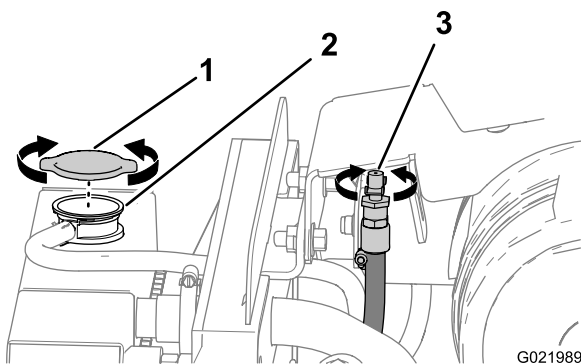
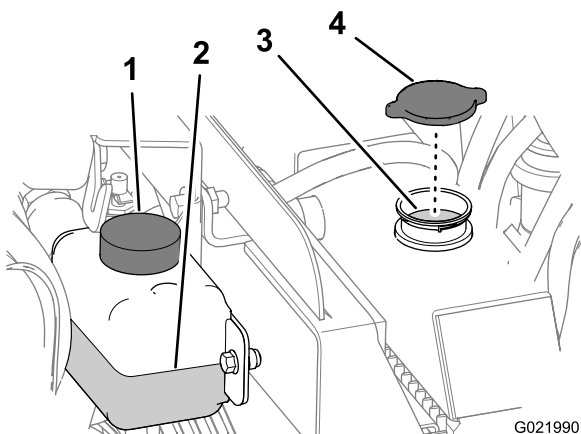

Bild 79
Bild 80
- Öffnen Sie das Entlüftungsventil für den Motor (Bild 79).
- Nehmen Sie den Kühlerdeckel vom Füllstutzen des Kühlers ab und prüfen Sie den Kühlmittelstand (Bild 79 und Bild 80).
- Wenn der Stand des Kühlmittels niedrig ist, füllen Sie Kühlmittel bis zur Unterseite des Füllstutzens auf (Bild 80).
- Nehmen Sie den Kühlerdeckel ab (Bild 79 und Bild 80).
- B. Öffnen Sie das Entlüftungsventil (Bild 79).
- A. Öffnen Sie das Entlüftungsventil (Bild 79).
1. Nehmen Sie den Kühlerdeckel ab (Bild 79 und Bild 80).
2. Öffnen Sie das Entlüftungsventil (Bild 79).